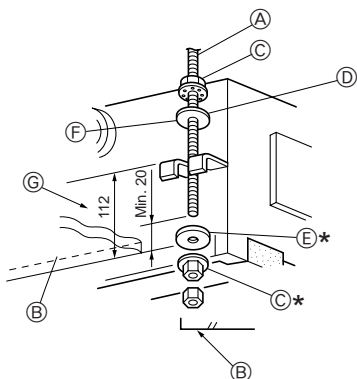

Fig. 2-7
1. Unterlegscheiben ① ② (mitgeliefert) und die dazugehörigen Muttern (vor Ort zu beschaffen) zunächst auf die Aufhängungsschraubbolzen aufschrauben. (Fig. 2-7)